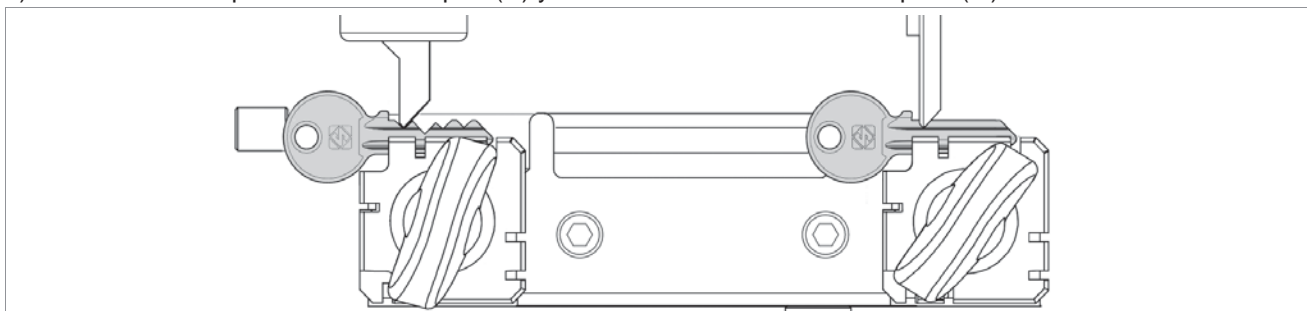

Fig. 24
- 1) Usar la empuñadura (A) para llevar el carro hacia el/la palpador/fresa y mantener el palpador apoyado en el corte partiendo del tope de la llave (Fig. 24).
- 2) Desplazar el carro de derechas a izquierdas con el mando (B) para copiar la llave. En las llaves con un corte doble, repetir la operación en el segundo lado de la llave.
- 3) Apagar el interruptor (N) antes de quitar la llave duplicada.
- 5) Reactivar la máquina con el interruptor (N) y eliminar las rebabas con el cepillo (M).